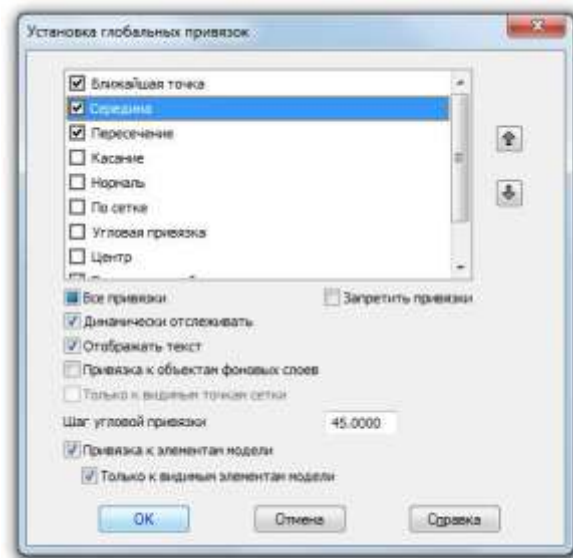

Рис. 3.23
- В диалоговом окне (рис. 3.23) выберите привязку **Середина** (включите флажок), нажмите **ОК**.